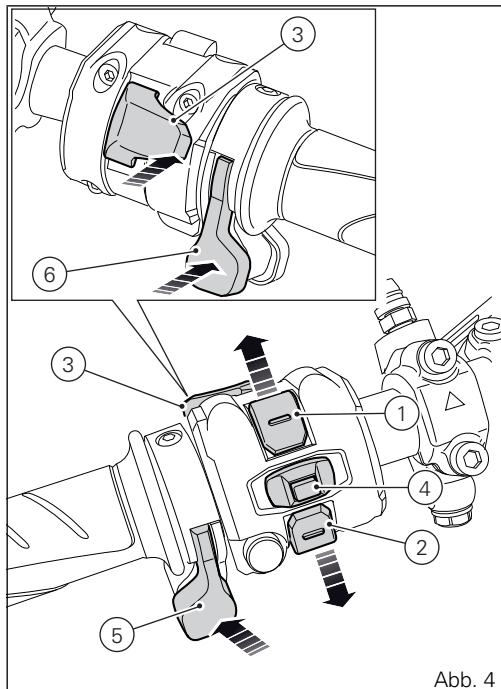

Abb. 4
- 5) SCHNELLWAHLTASTE „UP“ (5, Abb. 4)
- 6) SCHNELLWAHLTASTE „DOWN“ (6, Abb. 4)